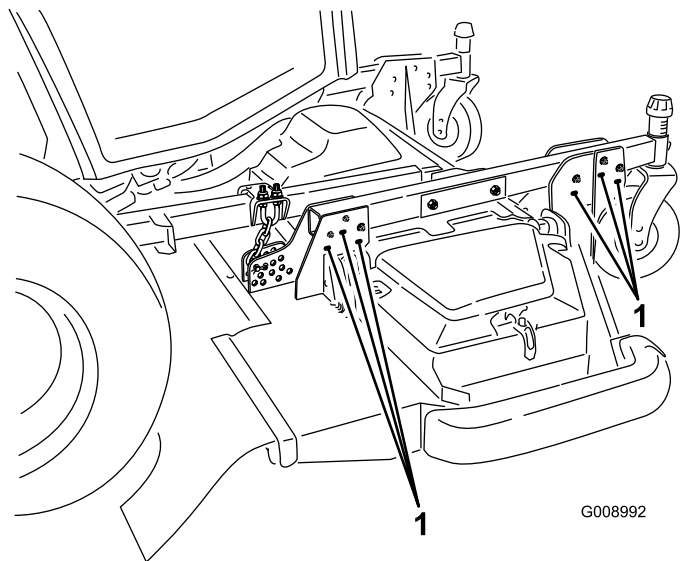

Bild 26
7. Um eine Schnitthöhe von 102 bis 153 mm zu erhalten, entfernen Sie die Befestigungsschrauben, mit denen die Hängehalterungen des Mähwerks an den Schnitthöhenlaufgradarmen befestigt sind. Befestigen Sie die Hängehalterungen des Mähwerks dann in den unteren Löchern an den Schnitthöhenlaufgradarmen (Bild 26).